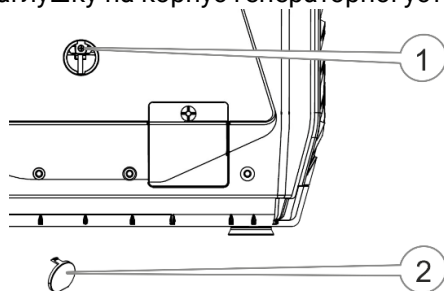

Рисунок 14. Відстійник поплавцевої камери.
2. Відкрити заглушку на корпусі генераторної установки. (див. рис. 14, поз. 2).
3. Послабити зливний гвинт відстійника поплавцевої камери карбюратора (див. рис. 14, поз.1).